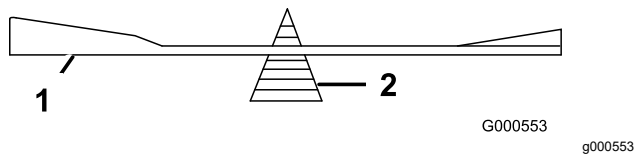

Figure 76
2. Vérifiez l'équilibre de la lame en la plaçant sur un équilibreur (Figure 76).